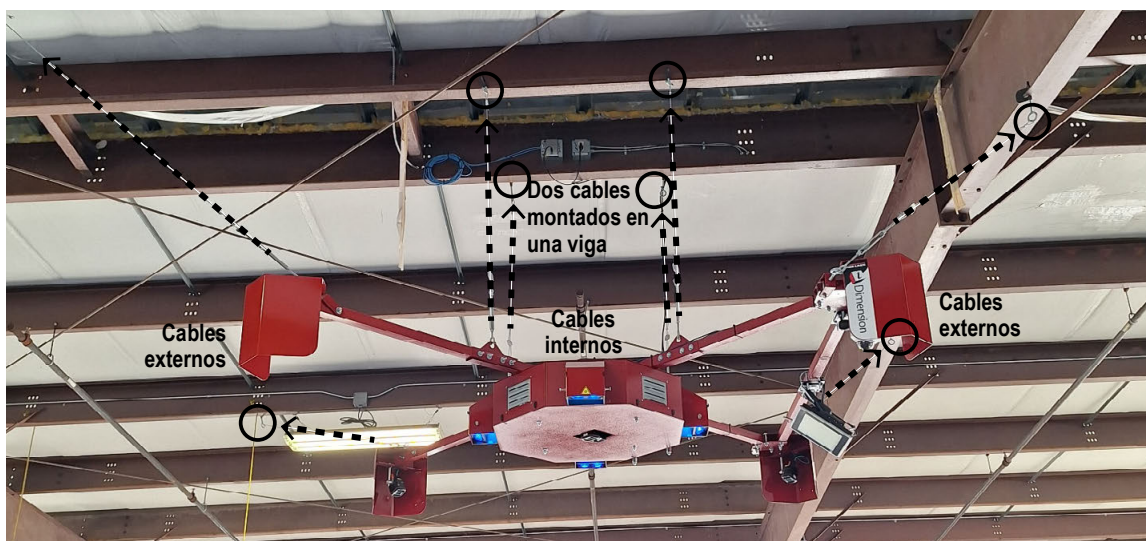

Figura 2. Cables de iDimension
Los cables internos tiran hacia arriba del dimensionador para sostenerlo, mientras que los cables externos tiran hacia fuera para mayor estabilidad (consulte la Figura 2).
12. Utilice el extremo del perno en I del conjunto de suspensión de cables (N.º de ref. 171822) y las abrazaderas de viga para fijar el conjunto suspensión de cables a la estructura del techo más allá de los puntos de montaje de los cables exteriores como en la Sección 3.0 en la página 3. Siga las directrices de los cables externos en la Sección 2.0 en la página 1 para seleccionar las posiciones de las abrazaderas.
14. Ajuste los tensores a una tensión opuesta uniforme para sujetar el dimensionador como en la Figura 2 en la página 2. El cable externo proporcionará estabilidad.